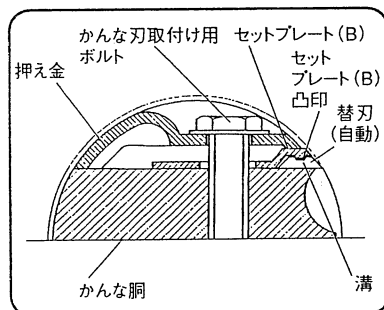

図 37
(4) 押え金を取付け、かなな胴とセットプレート（B）の間に替刃（自動）を入れ、かなな刃取付け用ボルト 8 本で締付けます。（図 37）